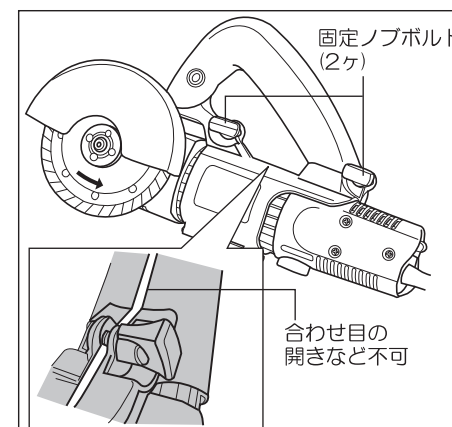

図4
- ⑤先に外した固定ノブボルト(2ヶ)を使用して、ディスクハンドを固定してください。(図4参照)
- Ⓐ補助固定ラバーを使用しても本体とディスクハンドにゆるみがあるとき、又、ディスクハンドのカバー①と②の合わせ目に開きが大きい場合などは、ディスクハンドを使用することができません。